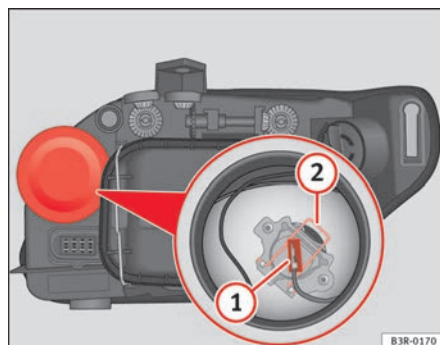

Abb. 192 Fernlicht
- Ziehen Sie den Stecker ⇒ Abb. 192 **1** von der Lampe ab.
- Die Haltefeder ⇒ Abb. 192 **2** durch Eindrücken und Rechtsdrehung abnehmen.